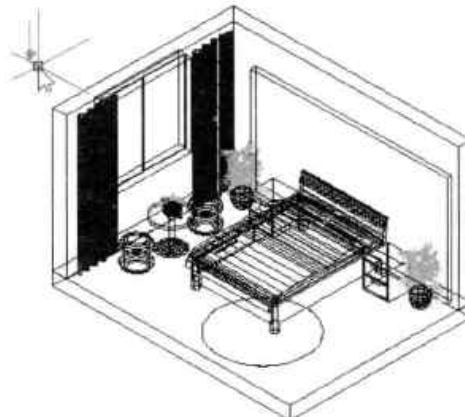

图14-35 指定光源位置
**Step 06** 单击“继续”按钮，在绘图区域中，根据命令行提示，指定好图纸光源位置，按回车键即可完成，如图 14-35 所示。